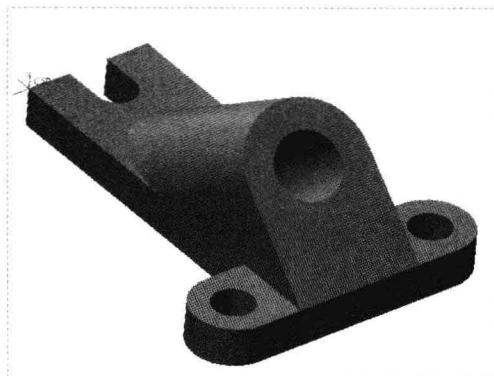

图 4-82 以不平行的直线为参考创建坐标系
Step 04 在绘图区的空白位置单击鼠标左键，即可以坐标系为参考创建坐标系，效果如图 4-82 所示。